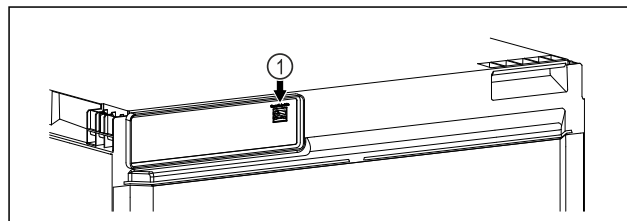

Fig. 18
- ❑ SmartModule Fig. 18 (1) è inserito.